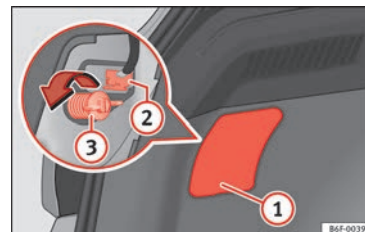
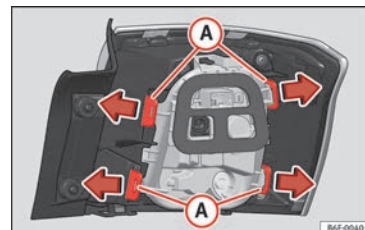

Fig. 116 Bagagliaio: accesso alla vite di fissaggio del fanale di coda.
Fig. 117 Linguetto di fissaggio nella parte posteriore del fanale di coda.
3. Estrarre il coperchio facendo leva sulla scanalatura con l'estremità piatta di un cacciavite » **fig. 116 ①**.
4. Estrarre il connettore della lampadina **②**.
5. Svitare con la mano, o tramite un cacciavite, la vite di fissaggio del fanale **③**.
7. Smontare il portalamпада sbloccando le linguette di fissaggio » **fig. 117 A**.
① ATTENZIONE